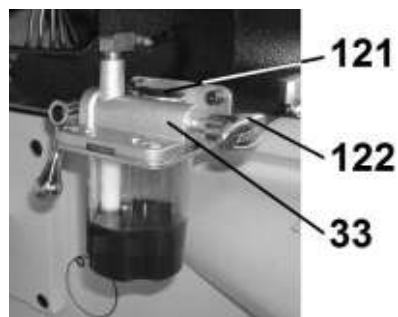

Рис. 49
11.8. Постоянно следите за уровнем масла в насосе ручной подачи (33) через смотровое окно (Рис. 49). При необходимости оттяните ручку насоса (122) добавьте в системы станка масло вязкостью 30 - 46 мм2/с. Первую полную замену масла выполните через 3 месяца и последующие - не реже одного раза в полгода.